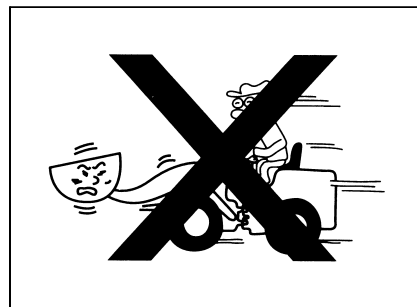

Рис. 1-44
- Следует хорошо знать работоспособность погрузчика. Определить подходящую скорость по конкретному состоянию рабочего места. Кроме того, следует решить маршрут работы и рабочий метод погрузчика, чтобы связанные лица хорошо знали и освоили их (рис. 1-44)..